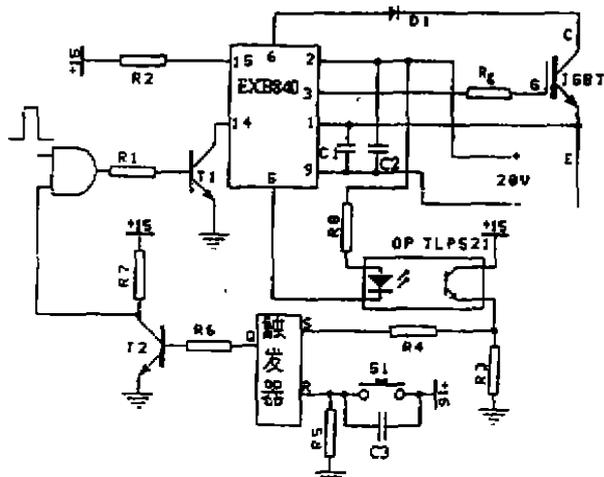
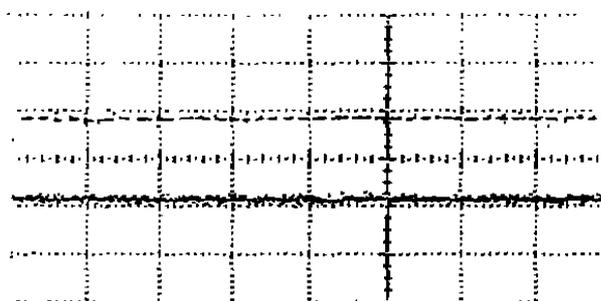

图 2 EXB840 构成的 IGBT 驱动电路
图 3 EXB840 输出信号
驱动 IGBT 的应用电路如图 2 所示,EXB840 输出 IGBT 门极脉冲的同时,通过快速三极管 D_1 ,检测 IGBT 的 CE 间电压,当 I_c 过大时, V_{CE} 超过阈值电压 $V_{CE(TH)} = 7V$,EXB840 内部的
过流保护电路控制运放,使其输出软关断信号,在 $10\mu\text{s}$ 内将 IGBT 的驱动电平降到零。软关断可以防止大电流下 IGBT 关断应力过大,烧毁器件。如图 2 中,采用高频电容 C_1 、 C_2 用于吸收高频噪声, R_G 为门极电阻,当 $V_{CE} \geq 7\text{V}$ 时,表明 IGBT 过流, EXB840 的 ⑤脚由“高”变成“低”,光耦 OP 导通, RS 触发器输出高电平,脉冲信号被封锁。设备调试时,开关 S1 用于手工复位。图 3 示出了 EXB840 的实际输出信号(由惠普公司的四通道存储示波器并存储并由图仪绘出)。